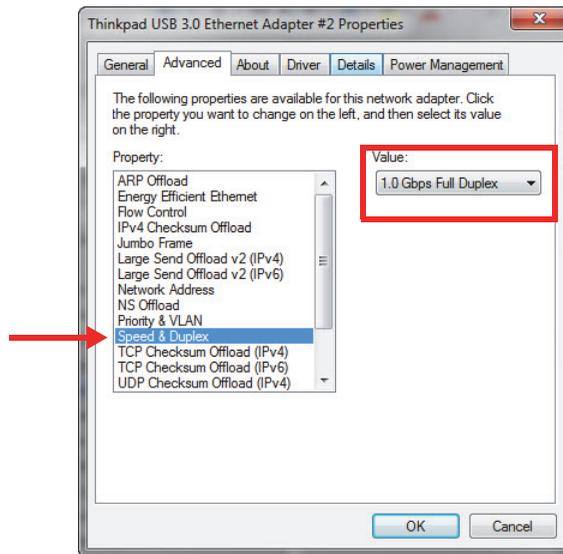

Figura 1-9 Propriedade de velocidade e duplex
6. Na guia **Avançado**, selecione **Velocidade e Duplex** e, em seguida, selecione **1.0 Gbps Full Duplex** (Figura 1-9 na página 32).